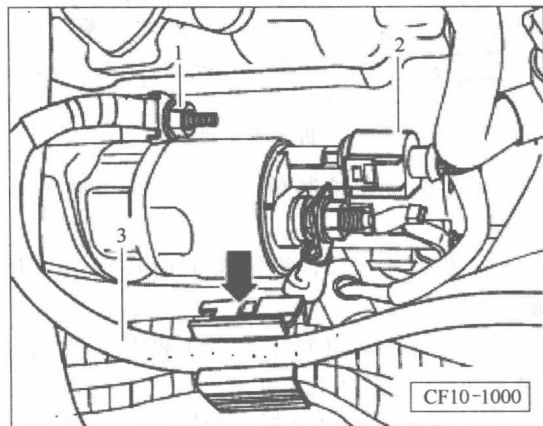

图 2-5 断开插头连接
⑫ 断开插头连接 2, 见图 2-5。
⑬ 旋出螺母 1 脱开接地连接线, 松开导线支架 (箭头) 取出接地线 3 放在车身上, 见图 2-5。